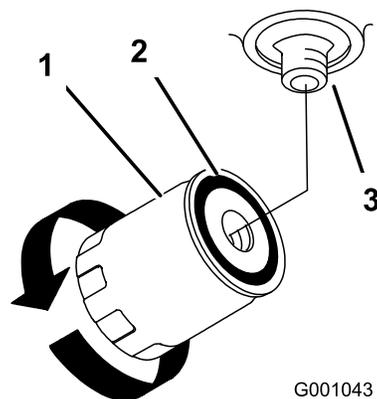

**Figura 73**
3. Individuate il filtro e collocate una bacinella di spurgo sotto il filtro stesso (Figura 73).